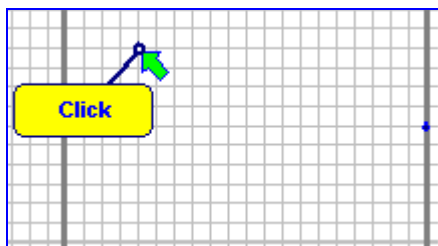

Рис.3.4
- Полное нажатие левой кнопкой (! Нажать и отпустить) не месте начала отрезка (рис. 3.4)